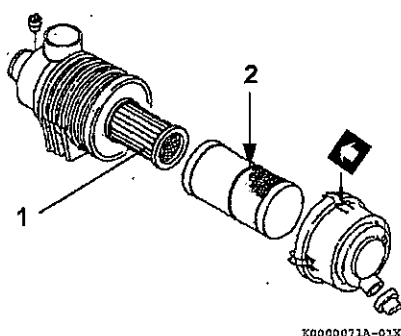

図 13
4. ダブルエレメント付のエアクリーナの場合、内側エレメント (1, 図 13) を取り外す必要があるのは、外側エレメントを新品に交換しても、エレメントの目詰まり現象が早くなったとき (ダストインジケータ付の場合はインジケータの作動が早くなったとき) にかぎります。
注：外側エレメントに赤ライン (2, 図 13) がある場合は、赤ラインがエアクリーナケースの端面と重なる位置まで差し込んで取り付けます。
ダブルエレメント付のエアクリーナの場合、内側エレメント (1, 図 13) を取り外す必要があるのは、外側エレメントを新品に交換しても、エレメントの目詰まり現象が早くなったとき (ダストインジケータ付の場合はインジケータの作動が早くなったとき) にかぎります。内側エレメントは、外側エレメントのバックアップ用です。